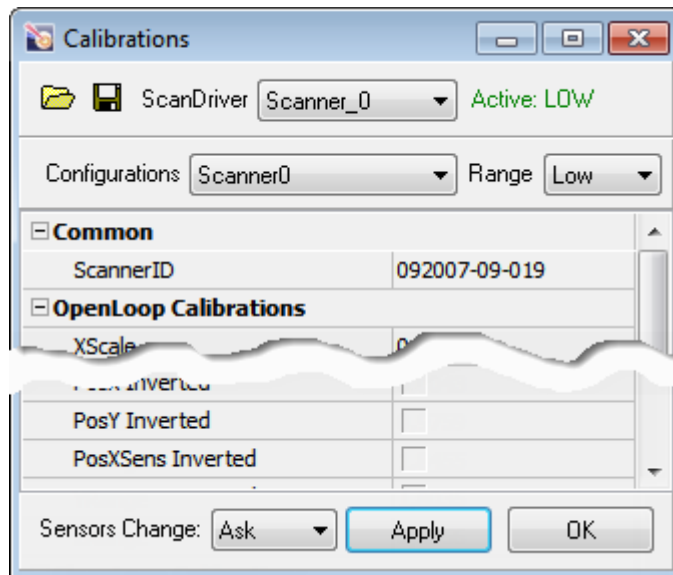

Fig. 10-21. Scanner switched to the «low voltage» mode
5. Switch the scanner to the «low voltage» mode (see Fig. 10-21):